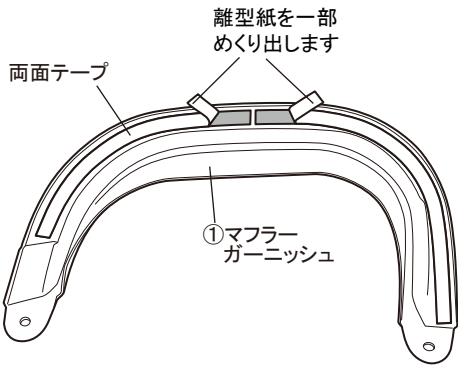

図10 カバー固定 ※左側のみ作業
11. ①マフラーガーニッシュを一旦取外し、図10を参照し、リアバンパーのマーキング位置にφ6の穴開け加工をします。
14. 図10を参照し、リアバンパーとカバーを⑤両面テープ(3cm)を使用し固定します。